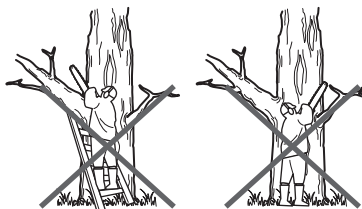

Fig. 22
- > Ne tenez jamais l'appareil à bout de bras, et n'essayez pas de couper dans des endroits difficiles à atteindre. N'utilisez pas l'appareil debout sur une échelle. Ne le tenez jamais au-dessus des épaules (Fig. 22).